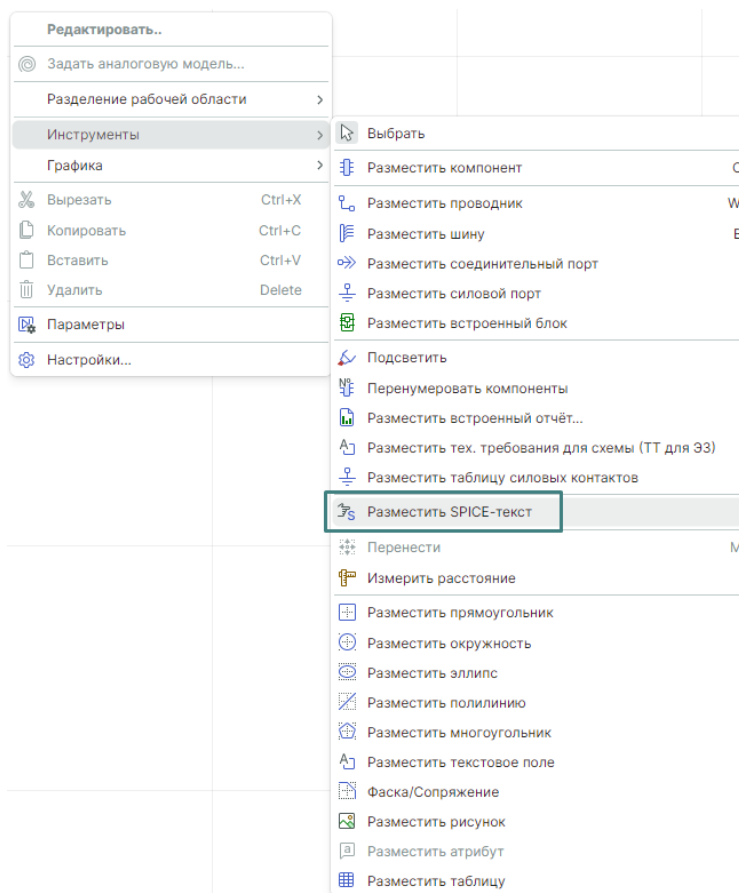

Рис. 55 Добавление объекта SPICE-текст с помощью контекстного меню
3. Через вызов контекстного меню на схеме → «Инструменты» → «Разместить SPICE-текст», см. Рис. 55.